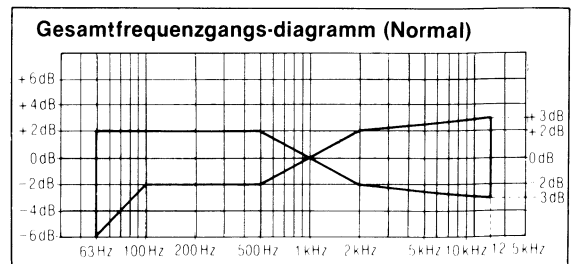
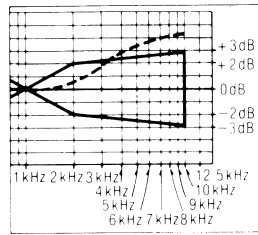
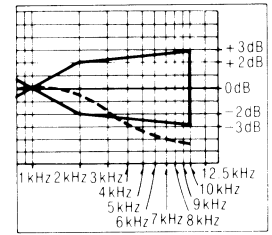

Fig. 10
Fig. 12
Fig. 13
6. Die in Schritt 5 aufgezeichneten Signale wiedergeben und überprüfen, ob die Frequenzgangkurve innerhalb des Bereichs liegt, der im Frequenzgangdiagramm für normales Band in Fig. 10 gezeigt ist. (Falls die Kurve innerhalb des vorgeschriebenen Bereichs liegt, mit den Schritten 7, 8 und 9 weiterfahren.)
Wenn die Kurve den vorgeschriebenen Gesamtfrequenzgangbereich (Fig. 10) überschreitet, wie in Fig. 12 gezeigt.
- 2) Die Schritte 5 und 6 zur Überprüfung wiederholen. (Wenn die Kurve dabei innerhalb des vorgeschriebenen Bereichs liegt (Fig. 10) mit den Schritten 7, 8, und 9 weiterfahren.)
- 3) Wenn die Kurve den vorgeschriebenen Bereich (Fig. 10) noch immer überschreitet, den Vormagnetisierungsstrom weiter erhöhen, und die Schritte 5 und 6 wiederholen.
Wenn die Kurve unter den vorgeschriebenen Bereich für den Gesamtfrequenzgang (Fig. 10) absinkt, wie in Fig. 13 gezeigt:
- 2) Die Schritte 5 und 6 zur Überprüfung wiederholen. (Falls die Kurve dabei innerhalb des vorgeschriebenen Bereichs in Fig. 10 liegt, mit den Schritten 7, 8, und 9 weiterfahren.)
- 3) Falls die Kurve noch immer unter den vorgeschriebenen Bereich (Fig. 10) absinkt, den Vormagnetisierungsstrom weiter reduzieren, und Schritte 5 und 6 wiederholen.